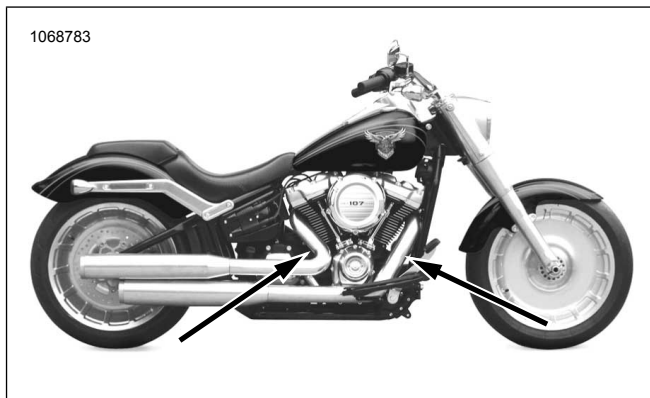

Figura 22. Posizioni dei sensori dell'ossigeno (lato interno dei tubi di scarico)
Vedere Figura 22, Figura 52 e Tabella 5 Installare sensori dell'ossigeno a banda larga (2). Usando la presa del sensore dell'ossigeno (codice n. HD-48262-A) serrare a: